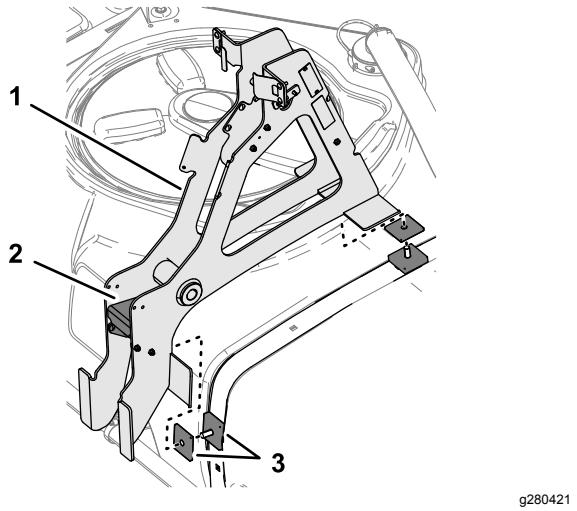

Bild 3
4. Montieren Sie ein dickes rechteckiges Distanzstück und ein dünnes rechteckiges Distanzstück über die beiden zuvor montierten Schlossschrauben (Bild 3).
5. Nehmen Sie die vier Schrauben und Muttern ab, mit denen die Führungsplatte am Hauptstützrahmen befestigt ist, und bewahren sie auf (Bild 3).
6. Installieren Sie den Hauptstützrahmen über die rechteckigen Distanzstücke und die Schlossschrauben wie in Bild 3 abgebildet.